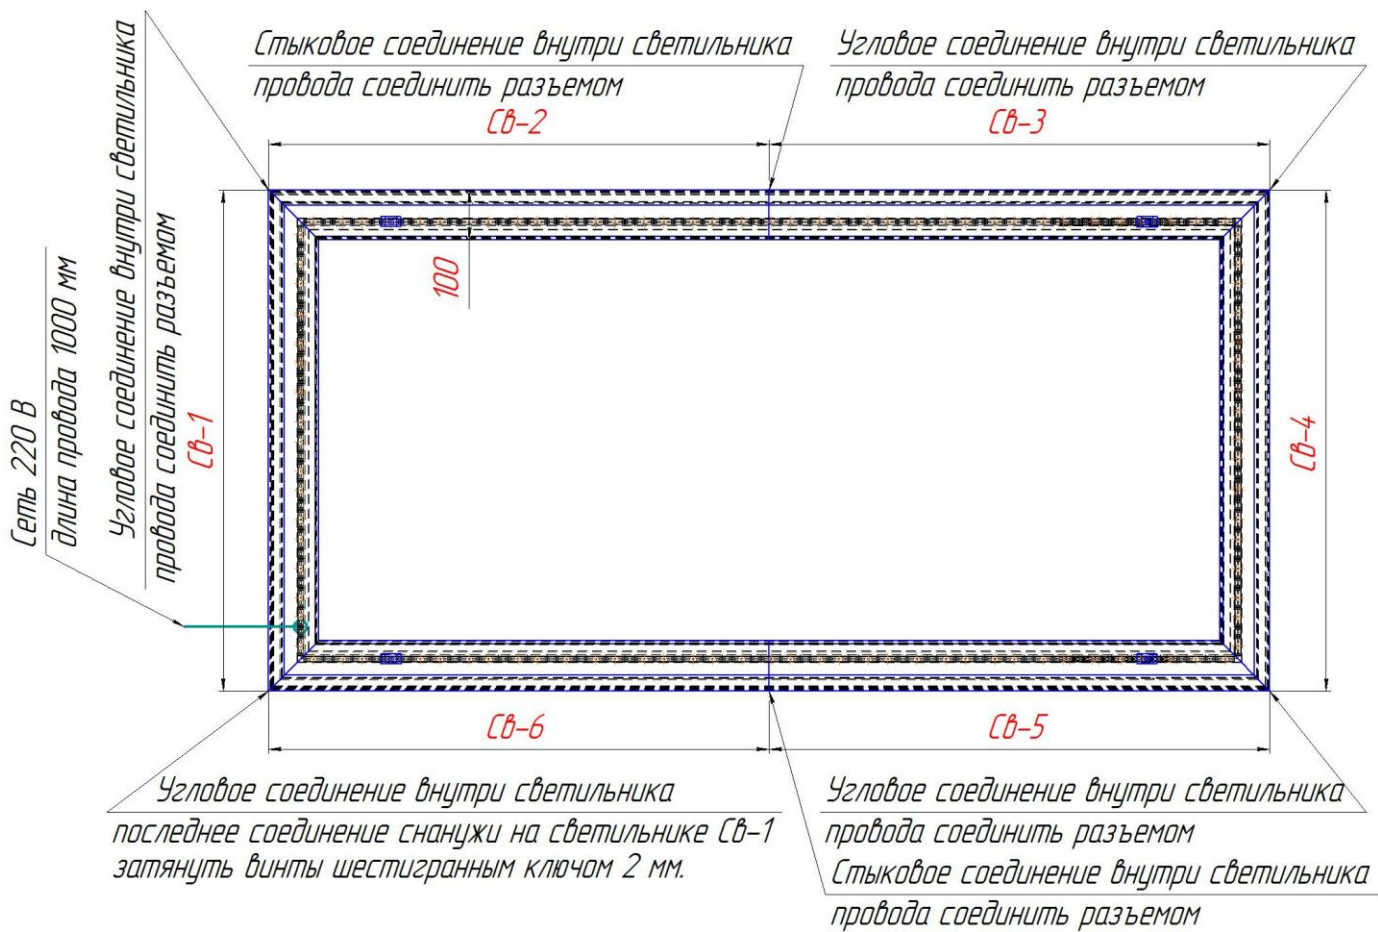

Рис.3
3. Монтаж начать с детали Св-1 (Рис.3). Деталь поднять, подвесить на тросах. Высоту подвеса отрегулировать при помощи цанговых зажимов.